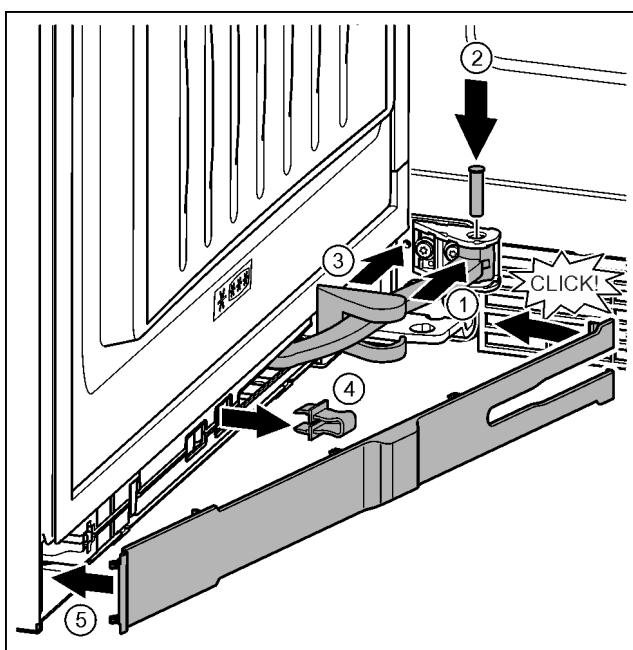

Fig. 40
- Gelenk in Aufhängung drehen. *Fig. 40 (1)*
- Bolzen mit einem Schraubendreher T15 in Aufhängung und Gelenk einsetzen. Dabei darauf achten, dass der Rastnocken korrekt in der Nut sitzt. *Fig. 40 (2)*
- Lagerbockabdeckung entlang des Gelenks schieben und über der Aufhängung montieren. *Fig. 40 (3)*
- Sicherung abnehmen. *Fig. 40 (4)*
- Blende griffseitig ansetzen und einschwenken. *Fig. 40 (5)*